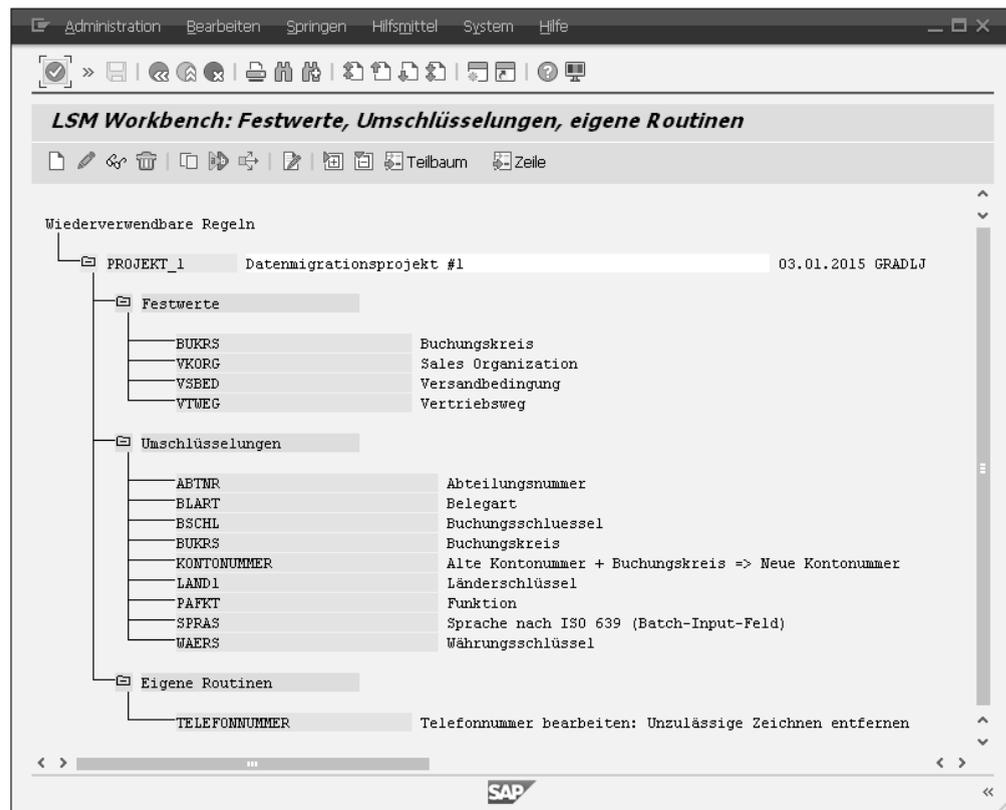
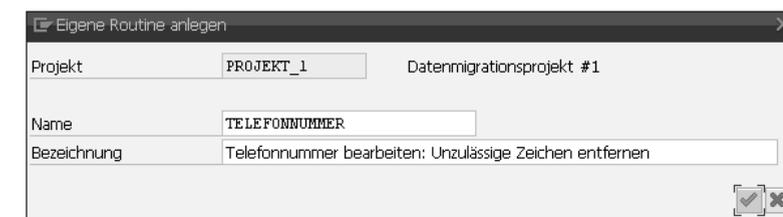

Abbildung 6.24 LSMW – wiederverwendbare Regeln
Abbildung 6.29 LSMW – eigene Routine – Name und Bezeichnung
Wenn Sie den Arbeitsschritt FESTWERTE, UMSCHLÜSSELUNGEN UND EIGENE ROUTINEN PFLEGEN aufrufen (siehe Abbildung 6.7), wird Ihnen die in Abbildung 6.24 dargestellte Bildschirmmaske angezeigt.
Im Übersichtsbild der wiederverwendbaren Regeln (siehe Abbildung 6.24) positionieren Sie nun den Cursor auf das Label EIGENE ROUTINEN und wählen ANLEGEN (A). In dem daraufhin erscheinenden Dialogfenster (siehe Abbildung 6.29) tragen Sie Namen und Bezeichnung ein und bestätigen dies mit (↵).